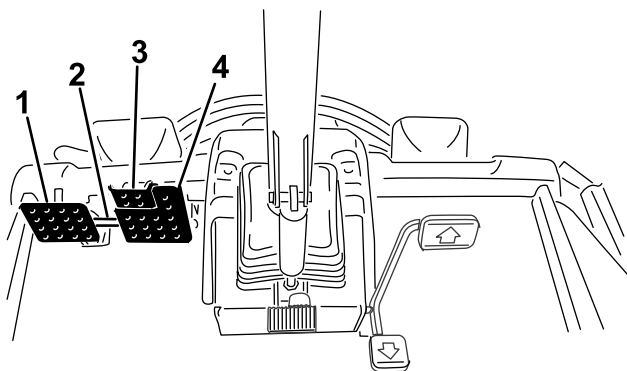

Figura 32
- Desconecte el enganche del bloqueo de los pedales (Figura 32).